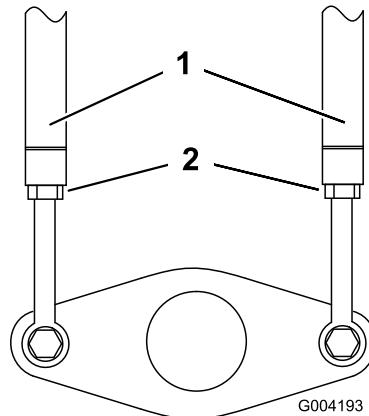

Figure 51
3. Desserrez les écrous de blocage sur les tiges de déplacement, sous le panneau de commande (Figure 51).